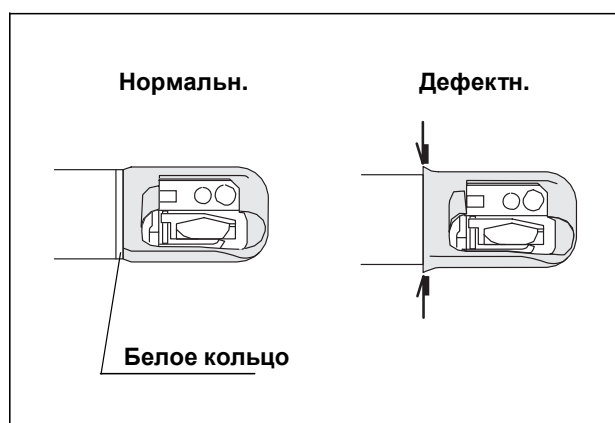

Рис. 3.22
9. Убедитесь, что нижний конец дистальной оболочки не растянут, как указано стрелками на Рис. 3.22, и что белое кольцо дистальной оболочки не покрыто оболочкой, как указано на Рис. 3.22. Дотроньтесь пальцами до оболочки и обратите внимание на то, что дистальная оболочка не должна свисать с конца, как указано на Рис 3.23. В противном случае, дистальная оболочка может повредиться. Продолжение обследования при таком условии может привести к сползанию оболочки с дистального конца. Замените дистальную оболочку новой.